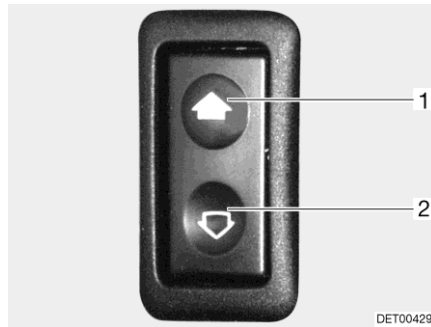

Fig. 36 Interruptor para los elevelunas eléctricos
- Abrir:* ■ Pulsar la parte inferior (Fig. 36,2) del interruptor.
- Cerrar:* ■ Pulsar la parte superior (Fig. 36,1) del interruptor.